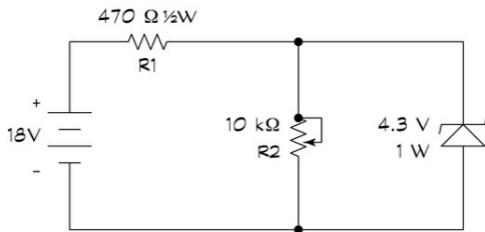

Figura 14.9 Anche se la resistenza del carico varia, il diodo Zener mantiene fissa la tensione di uscita.
- 7. Ora togliete l'alimentazione e sostituite la resistenza R2 con un potenziometro da 10 k Ω (Figura 14.9).**